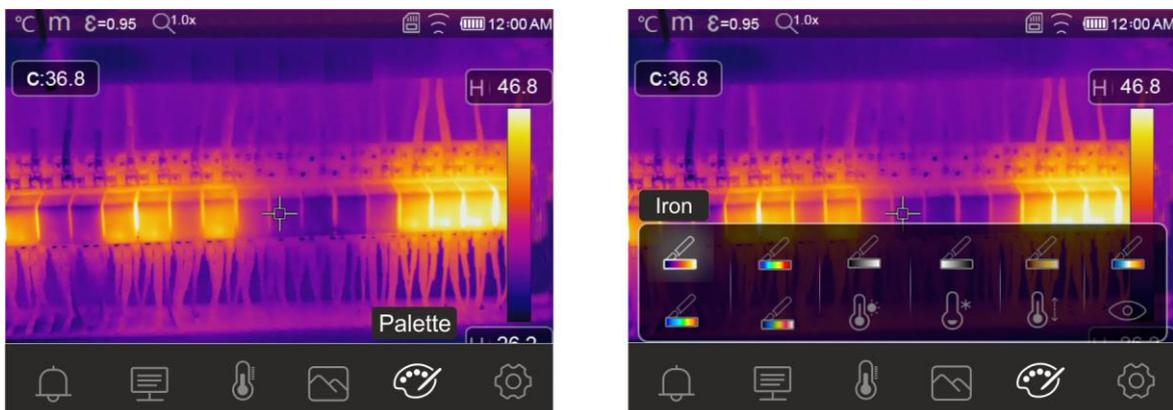

Fig. 36: Sélection des palettes de couleurs et des fonctions isothermes
2. Touchez l'icône « 🎨 » pour entrer dans le menu « Menu Palette ». La page-écran de la Fig. 36 – partie droite s'affiche à l'écran